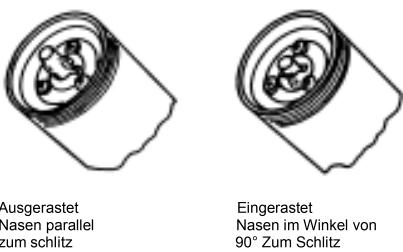

Fig 4
- 1) Rasten Sie den Folgestab ein (siehe Fig 4)
Wichtig: Der Folgestab muss in dem Stempel eingerastet sein (siehe Seite Fig 4)